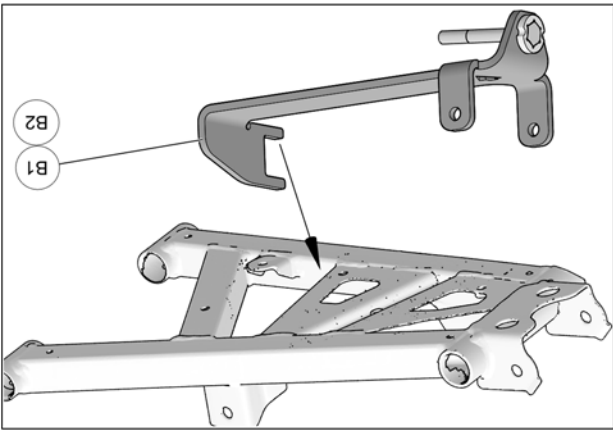

Fig. 7
6. Placer l'ancrage (B1-B2) sous le bras de suspension inférieur et accrocher la partie arrière de l'ancrage en forme de C au membre du bras de suspension qui fait face à l'arrière. Voir la Fig. 7